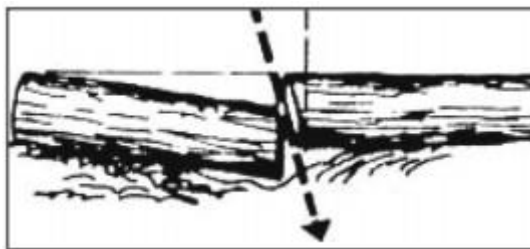

Рис. 14
3. Если отпиленная часть бревна может осесть и прижать другую часть бревна, делается косой пропил (Рис. 14).